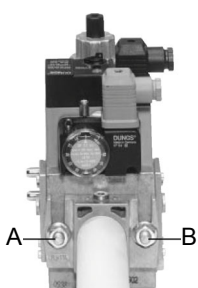

Рис. 10
1. Расслабить винты A и B, но **не снимать** их (Рис. 9 и Рис. 10)
2. Отвинтить винты C и D (Рис. 9 и Рис. 10)